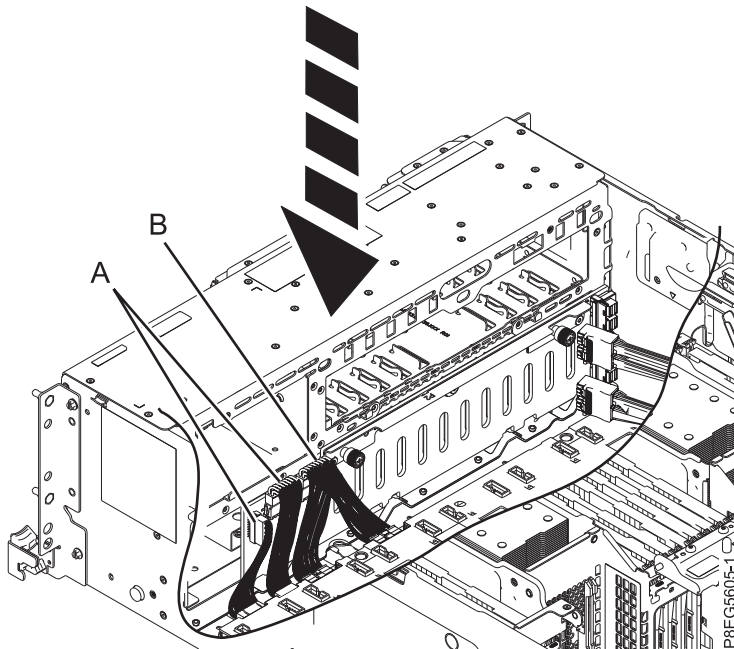

Abbildung 7. Erneutes Anschließen der Netzkabel, Signalkabel und Steuerkonsolenkabel an die Plattenlaufwerksrückwandplatine
5. Schließen Sie die Signalkabel und die Steuerkonsolenkabel (**A**) sowie das Y-Netzkabel (**B**) erneut an die Plattenlaufwerksrückwandplatine an (wie dargestellt in Abb. 7 auf Seite 9).